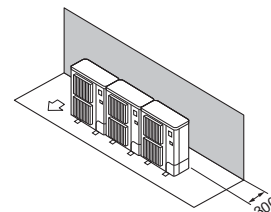

Fig. 3-11
- ① Obstáculos sólo en la parte trasera (Fig. 3-11)